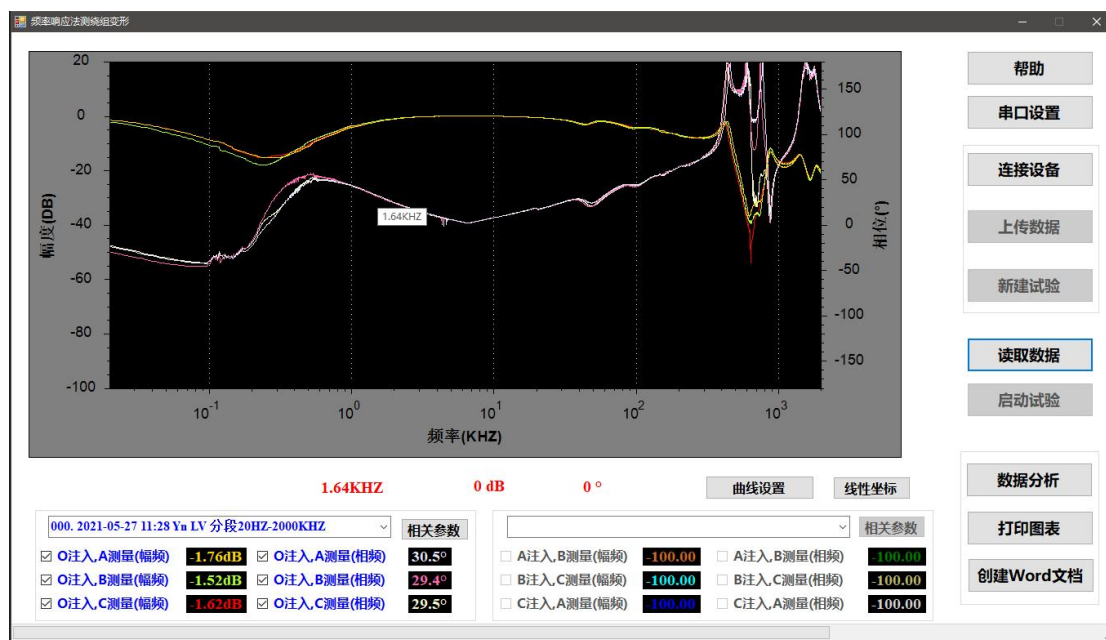

图 4.19 数据查看界面
(2) 如图 4.19 所示，将鼠标移动到图形上，将在界面的左下角显示鼠标所在坐标的参数。